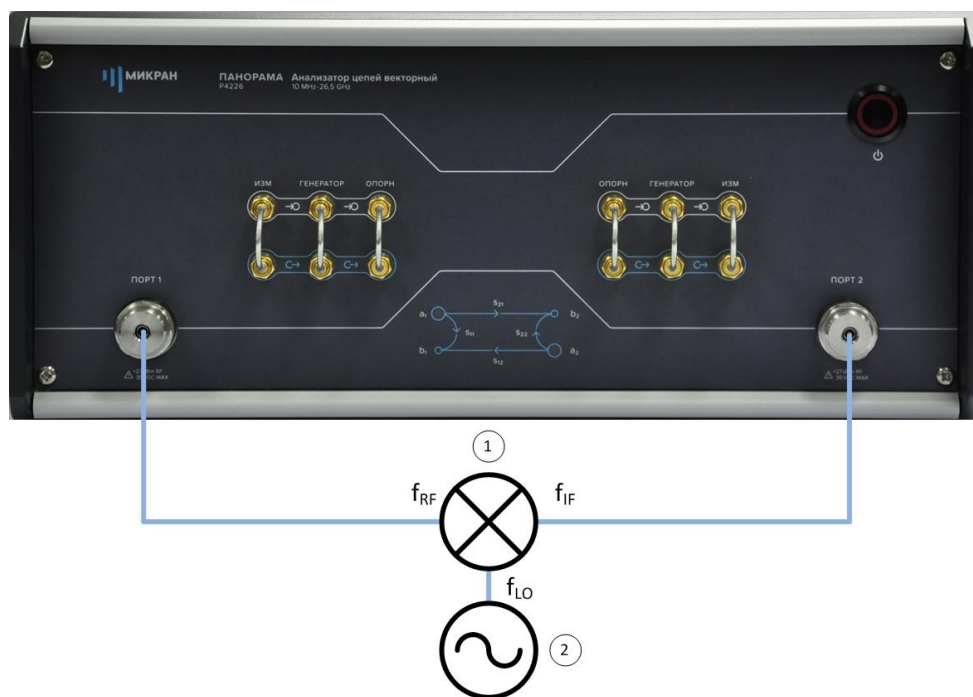

Рис. 17. Схема измерения смесителя «MD621» со скалярной калибровкой:
Для измерения параметров смесителя будем использовать схему, приведенную на рис. 17.
9. Собрать измерительную схему, изображенную на рис. 17;